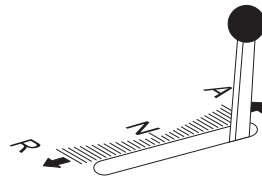

Figura 40. Palanca de transmisión engrane/desengrane (posición adelante)
3. Mueva la **palanca de transporte** hacia la posición de **ADELANTE** para aumentar la velocidad hacia adelante mientras corta (Figura 40). Coloque la palanca de transporte completamente hacia adelante para, que la cortadora funcione a la máxima velocidad.